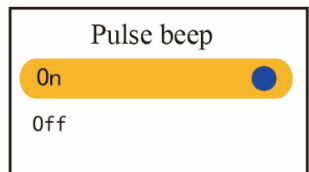

Figura 4.10C Impostazione del Bip della frequenza cardiaca
- **Pulse beep:** Per accendere/spegnere il Bip della frequenza cardiaca; l'impostazione predefinita è “On”, come mostrato nella figura 4.10C. Se i suoni del dispositivo
- **Language:** Il presente pulsossimetro supporta la visualizzazione in due lingue: Inglese e Cinese semplificato; l'impostazione predefinita è “English”, come mostrato nella figura 4.10C.